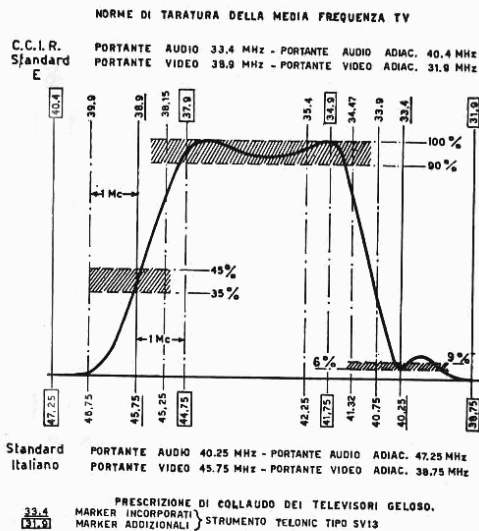

Fig. 2 A
- d) Applicare una tensione positiva di 4 Vdc al punto 1 (fig. 2). Questa tensione si può applicare con un alimentatore esterno o, più semplicemente, collegando il punto 1 alla tensione di alimentazione di F.I. con una $R = 10 \text{ K}\Omega$ (punto 2, fig. 2).
Il circuito di media frequenza (fig. 2) è del tipo a circuiti sfalsati, si inizia con la taratura del rivelatore (bobina L 206) che deve essere accordata intorno ai 36 MHz. Con la regolazione succes-
La curva di F.I. deve essere del tipo di fig. 2-A; a questo scopo è di determinante importanza che le trappole siano accordate alle ri-